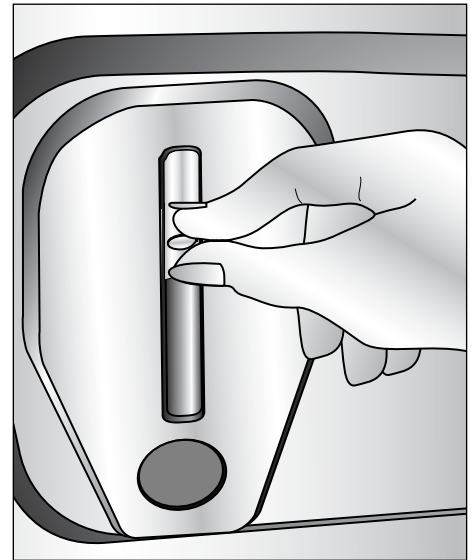

Figura 3
8. Mueva el indicador deslizante al nivel de líquido en la ventanilla de vidrio (figura 3). Para su siguiente carga de lavado, sólo oprima y mantenga oprimido el botón "PUSH" hasta que el detergente baje al indicador deslizante para surtir el detergente directamente dentro de la tina.